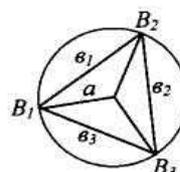

Рис. 6
4. Определить расстояние между ножками сферометра. Для этого сферометр прижать к листу чистой бумаги и штангенциркулем определить  $v_1, v_2, v_3$  (рис.6).